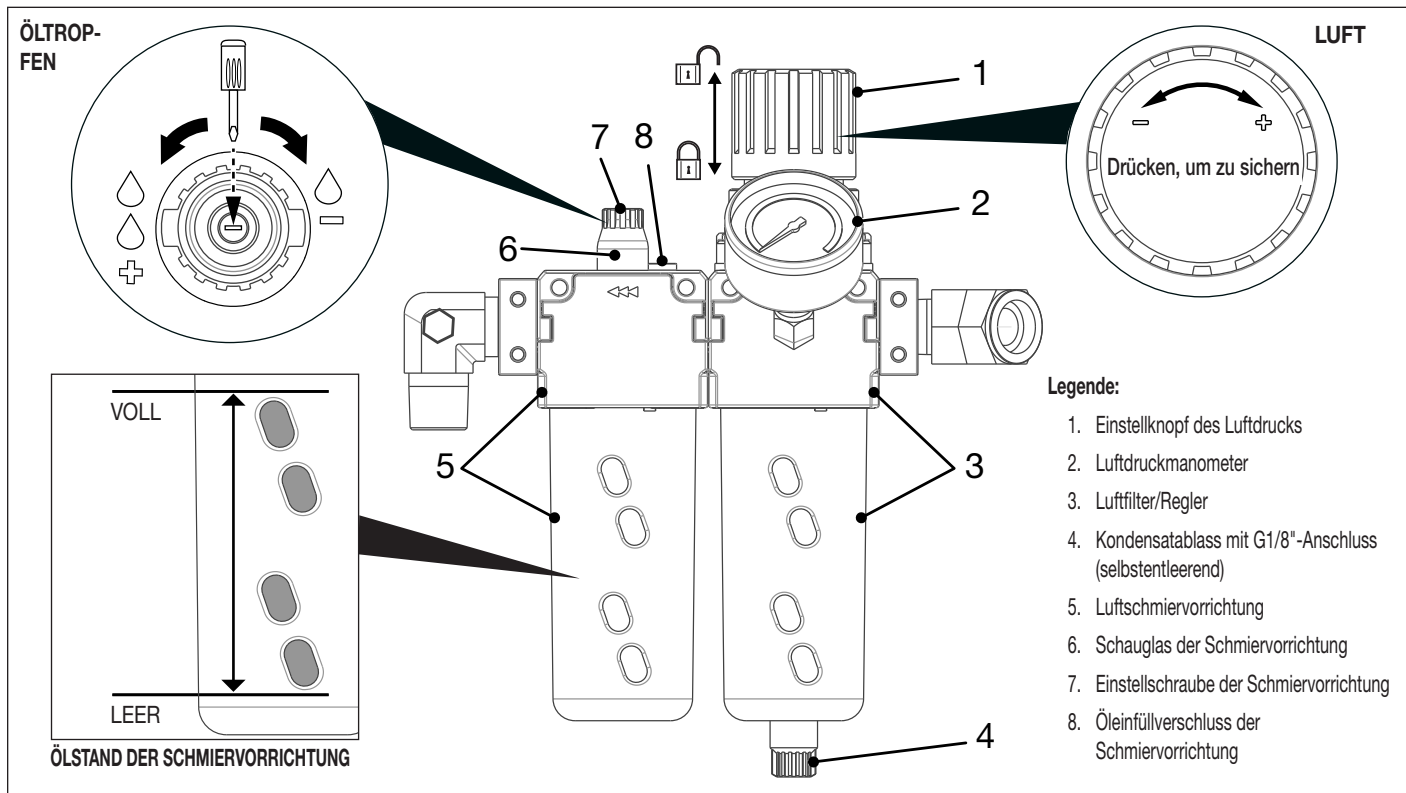

Abbildung 6: Luftfilter/Regler und Luftschmiervorrichtung
Luftdruck einstellen: Ziehen Sie bei nicht laufender Pumpe den Einstellknopf des Luftdrucks nach oben, um die Einstellung zu entriegeln. Drehen Sie den Einstellknopf im Uhrzeigersinn, um die Einstellung zu erhöhen, und gegen den Uhrzeigersinn, um sie zu verringern. Drücken Sie den Knopf nach unten, um die Einstellung zu sichern. Ein Manometer an der Frontseite des Reglers zeigt den Luftdruck an. Siehe Abbildung 6.
Die Luftschmiervorrichtung speist Öl in den Druckluftstrom ein und sorgt für die Schmierung des Luftmotors der Pumpe. Siehe Abbildung 6. Vor der ersten Inbetriebnahme der Pumpe muss die Luftschmiervorrichtung mit Luftschmieröl (nicht im Lieferumfang enthalten) befüllt werden.
- Füllen Sie nach Bedarf langsam Schmieröl ein. Siehe Darstellung des Ölstands in Abbildung 6.
Die Tropfrate der Luftschmiervorrichtung muss eingestellt werden, bevor der Drehmomentschlüssel an Mutter oder Bolzen angesetzt wird. Siehe Abbildung 6.